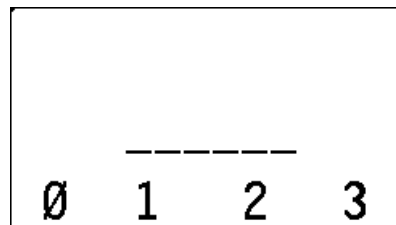

Figura 8: Pantalla de entrada de contraseña
1. En la pantalla de ejecución, pulse 🔒. Si se ha programado una contraseña, se visualizará la pantalla de entrada de contraseña (Figura 8).